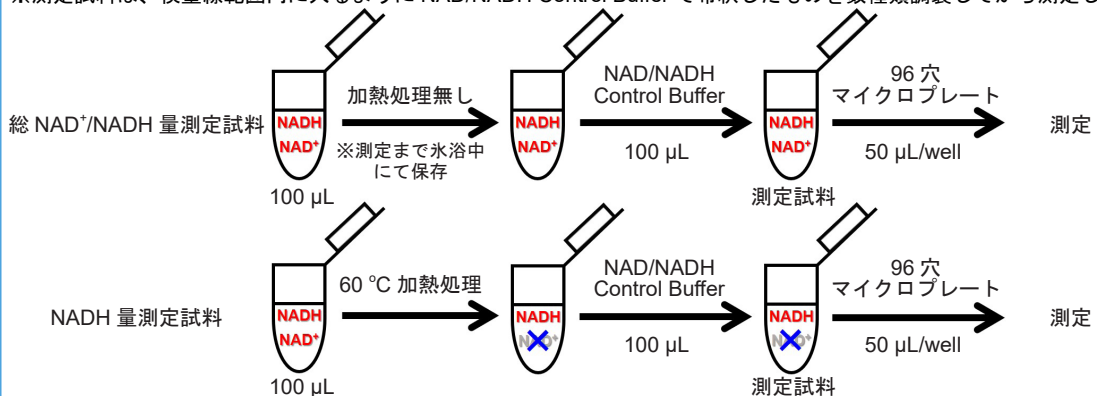

図 3 測定サンプルの調製方法
- (6) 得られた濾液を、1.5 mL マイクロチューブ 2 本に 100 μL ずつ移し、総 NAD+/NADH 量および NADH 量測定試料とする (図 3 参照)。
- (7) NADH 量測定試料を 60 °C で 60 分間インキュベートする。